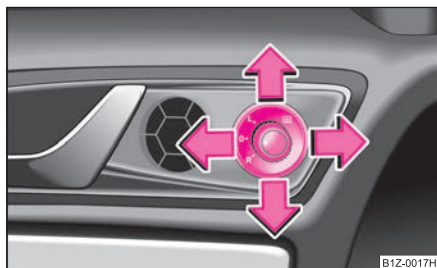

Fig. 58 Interiorul ușii:
- Aduceți butonul rotativ în poziția ⇒ fig. 58.
Când butonul rotativ se află în poziția **R** ⇒ fig. 58 și se selectează treapta de marșarier, suprafața oglinzii se basculează puțin în jos. Astfel în timpul parcării este asigurată vizibilitatea spre bordură.